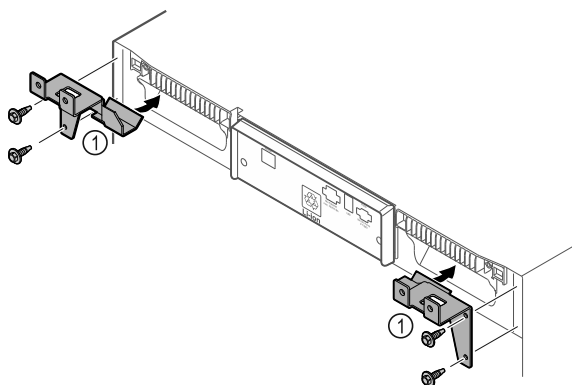

Fig. 47
- Monter les pièces de retenue Fig. 47 (1) sur l'appareil à l'aide de vis autotaraudeuses.